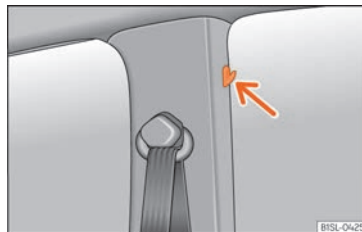

Abb. 102 An den mittleren Türholmen: Kleiderhaken.
- Kleiderhaken an den mittleren Türholmen » **Abb. 102** (Pfeil).